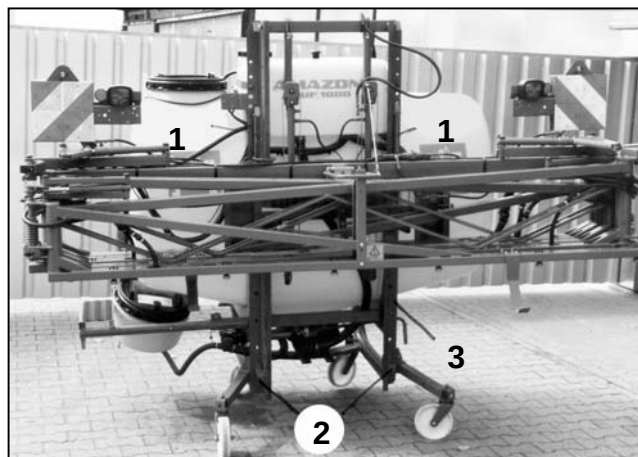

Fig. 8.2
- Begge firkantprofilrør (fig. 8.2/ 1) skubbes så højt som muligt op med hånden og låses fast ved at stille stopementerne (fig. 8.2/ 2) på hjørnet på bomrammen (fig. 8.2/ 3).